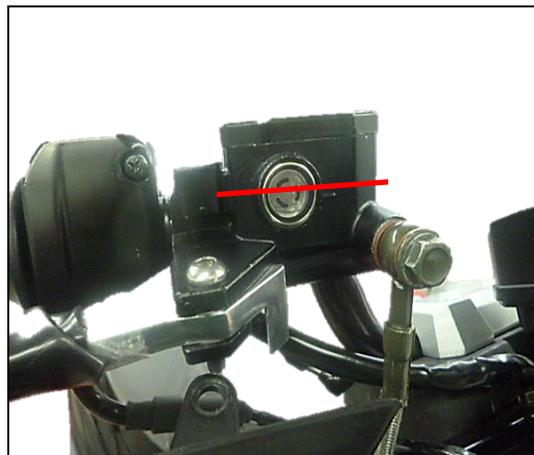

Fig. 4.33
**Mientras se está llenando el sistema, observe que el nivel de líquido no descienda por debajo de la marca mínima. Fig. 4.33**